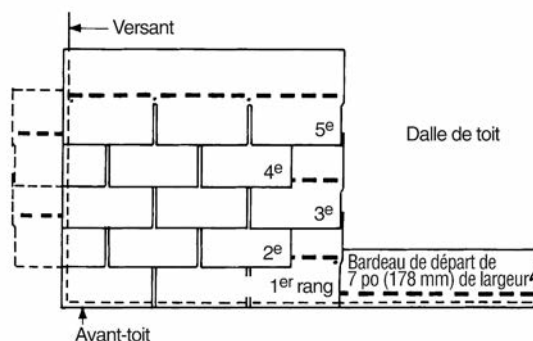

Figure 10-12 : Méthode d'alignement vertical.
**PREMIER RANG :** Poser un bardeau entier sur le coin inférieur gauche du toit, en mettant les jupes à égalité avec le rang de départ (*figure 10-12*).
**DEUXIÈME RANG :** Retrancher 6 po (152 mm) du côté gauche d'un bardeau et poser la pièce de 30 po (762 mm) restante par-dessus le bardeau du premier rang, à égalité avec le bord gauche du bardeau et en laissant 5 po (127 mm) du premier rang à découvert (*figure 10-12*).